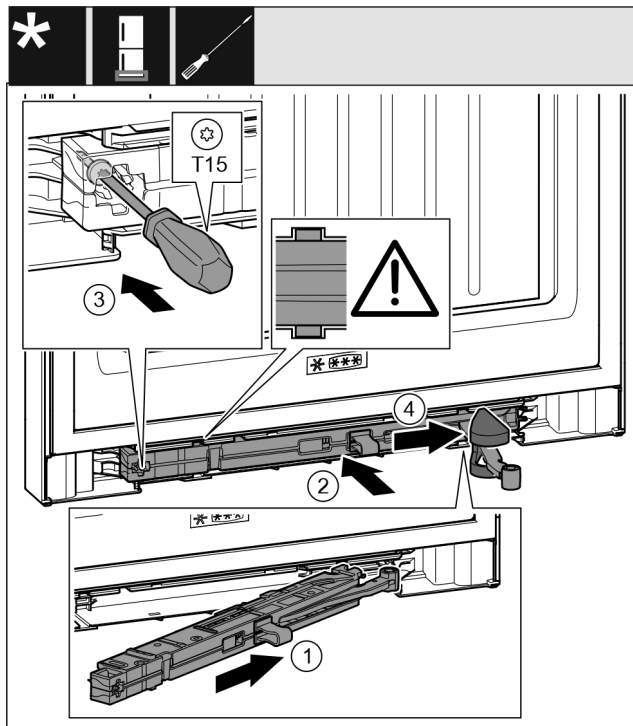

Fig. 68
- ▶ Jednotku tlmiča uzatvárania Fig. 68 (1) zasuňte na strane ložiskovej konzoly až na doraz šikmo do vybrania.
- ▶ Jednotku tlmiča uzatvárania Fig. 68 (2) zasuňte úplne do vybrania.
- ▶ Pevne utiahnite skrutku Fig. 68 (3) skrutkovačom.
- ▶ Nasuňte kryt Fig. 68 (4) na kĺb.